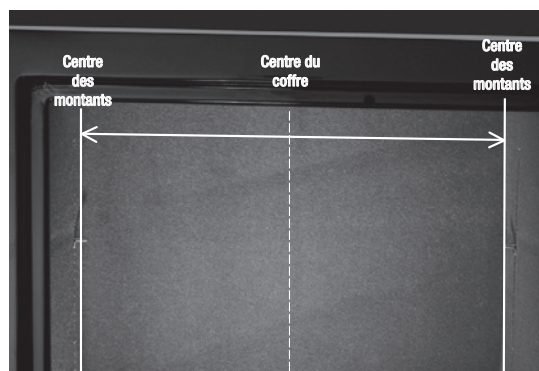

Figure 4. Mesurez soigneusement la distance entre les centres des montants dans votre maison
3 Marquez la médiane de l'intérieur du coffre. Mesurez la distance depuis la médiane du montant jusqu'au centre de chaque montant. Mesurez depuis la médiane à l'intérieur de votre coffre la même distance pour situer les deux médianes de montants à l'intérieur du coffre (Figure 4).
- 4 Percez à 5.08cm depuis le dessus du coffre sur chacun des centres des montants (Figure 4). Marquez les endroits à l'intérieur du coffre à l'aide d'un marqueur. À l'aide d'un canif, découpez un « X » de 5.08cm x 5.08cm dans la moquette aux endroits marqués.